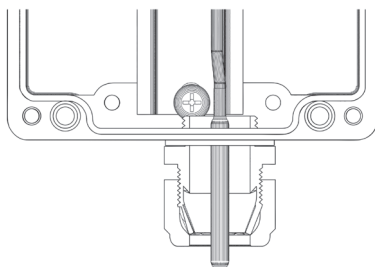

Рисунок 3.
- Способ установки датчика температуры воздуха внутри кабельного ввода, с защитной пластиковой трубкой от солнца и ветра, показан на рис. 3.